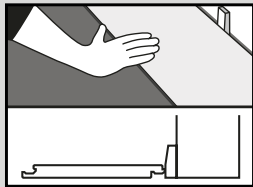

Fig. 1
1. Partiendo de un tablón/azulejo completo a lo largo de la pared, calcule cuántas anchuras hay a lo largo de la habitación. Si esto significa que habrá una estrecha fila de tablones/azulejos a lo largo de la pared opuesta, corte la primera fila como corresponde. Instale este producto con el lado de la lengüeta/borde cortado viendo hacia la pared. Instale espaciadores de 3/16" (5mm) entre el tablón/azulejo y la pared (Fig. 1).